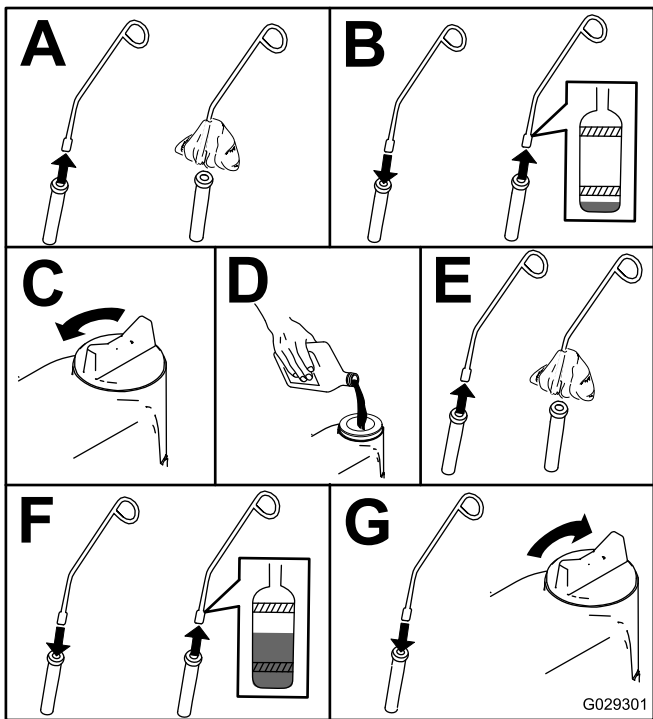

Figura 43
3. Compruebe el nivel de aceite del motor, según se muestra en Figura 43.